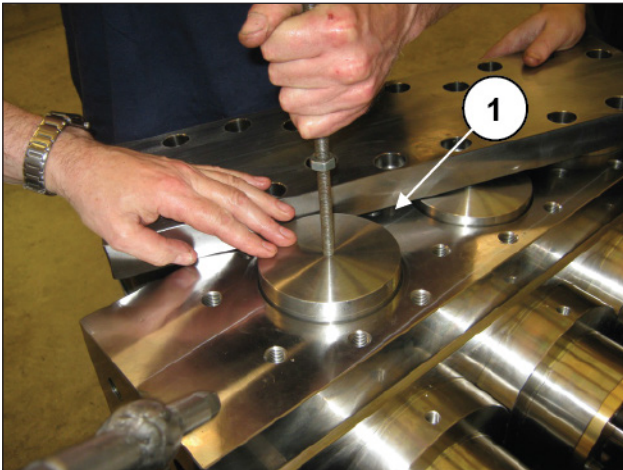
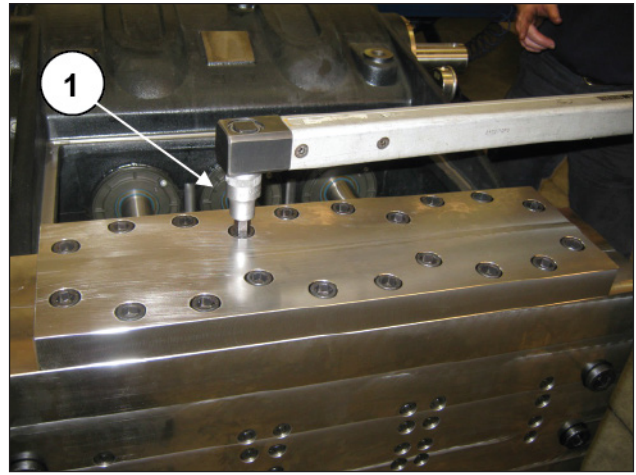

Abb. 195
Abb. 196
Setzen Sie die Ventilkappen einschließlich O-Ring und Stützring ein, montieren Sie die Ventilkappe (Pos. ①, Abb. 195) und ziehen Sie die 24 Schrauben M16 fest (Pos. ①, Abb. 196). Eichen Sie die Schrauben M24 mit einem Drehmomentschlüssel, wie in Absatz 3 gezeigt.